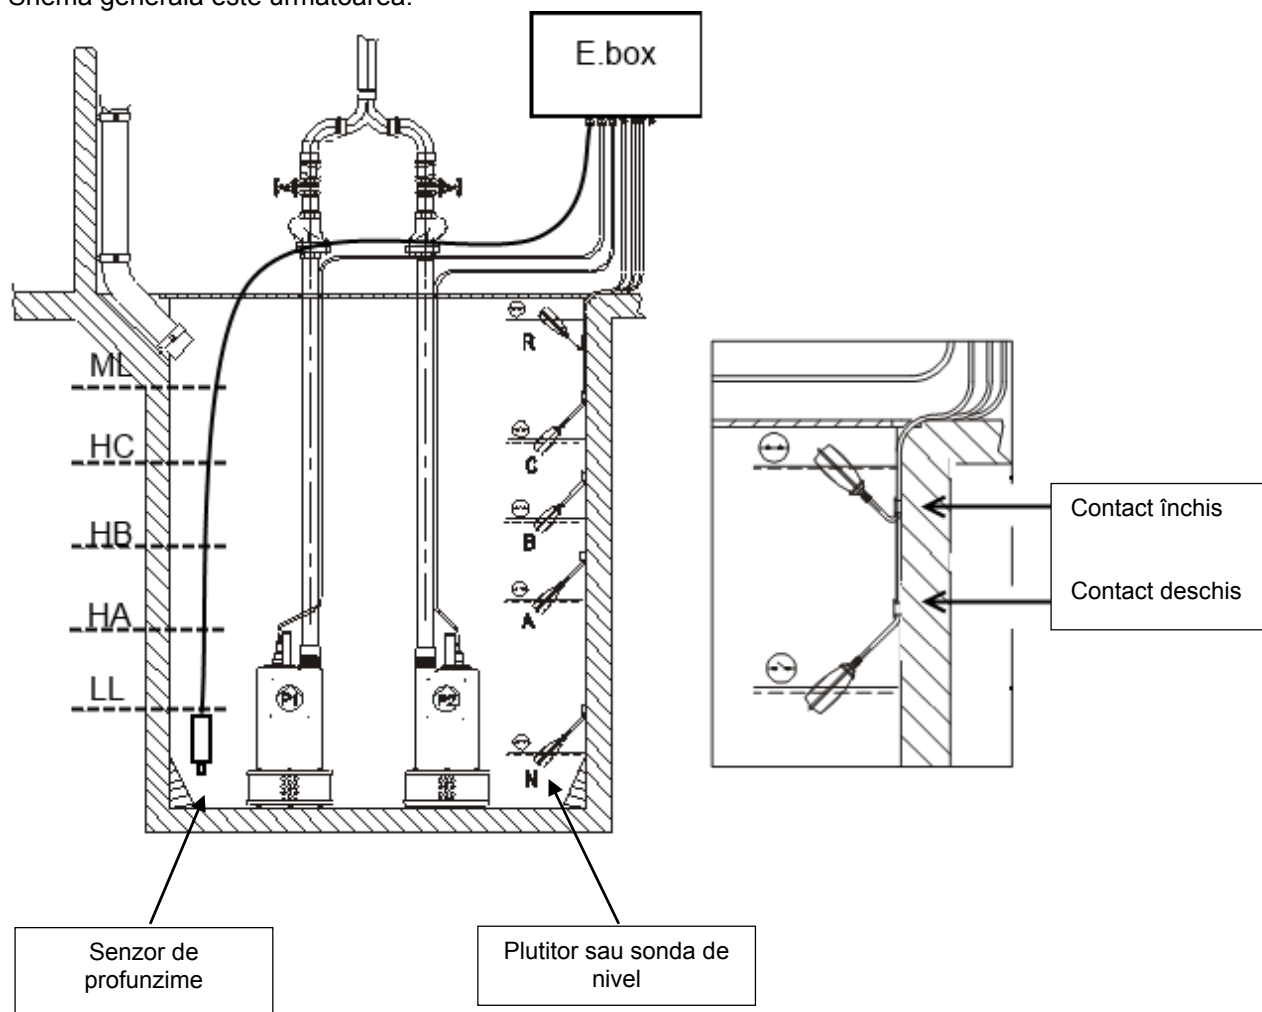
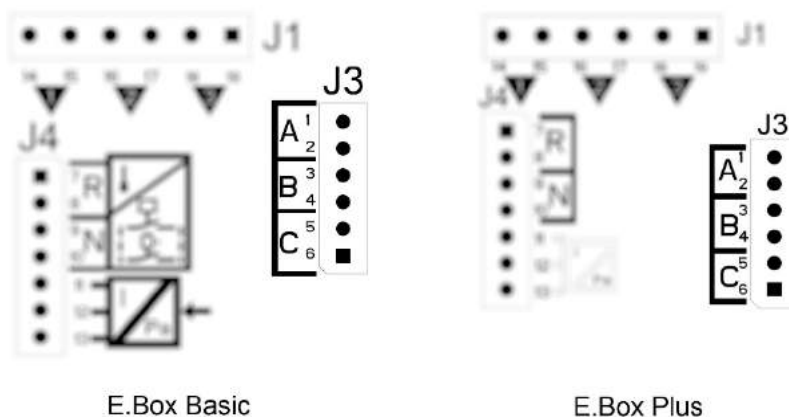

Figura 31: Drenaj schema instalatie
Figura 34: Intrări
- Folosiți plutitori pentru drenaj, contact deschis cu nivel de apă scăzut, a se vedea Figura 31: drenaj.
- **Sistem cu 2 plutitori sau sonde de nivel:** în acest caz se utilizează intrările B și C. Borna A trebuie să fie lăsată liberă. Plutitorii în bazin se conectează ca în Figura 31. Pentru instalația electrică a se vedea Figura 34 Intrări.
- **Sistem cu 3 plutitori sau sonde de nivel:** în acest caz sunt utilizate intrările A, B, și C. Plutitorii din bazin sunt conectați ca în Figura 31: drenaj schema instalație. Pentru instalația electrică a se vedea Figura 34 Intrări.